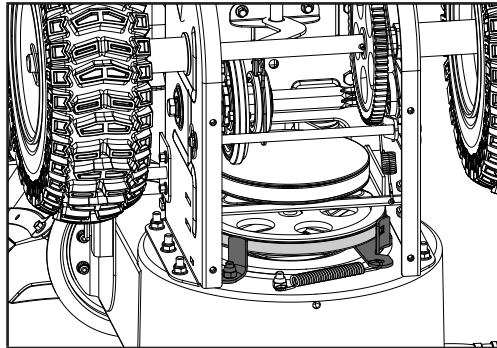

Figure 29
8. Assurez-vous que la courroie est bien installée sous le guide de la courroie sur le bras d'articulation de la poulie tendeur (figure 29).